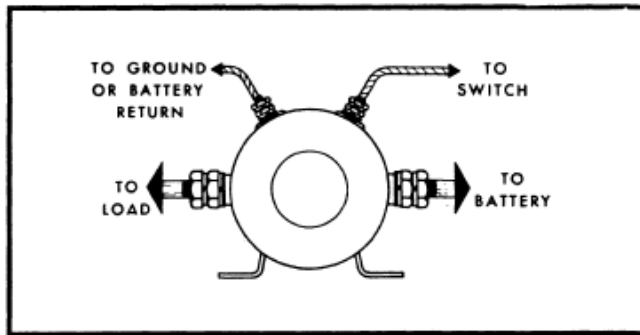
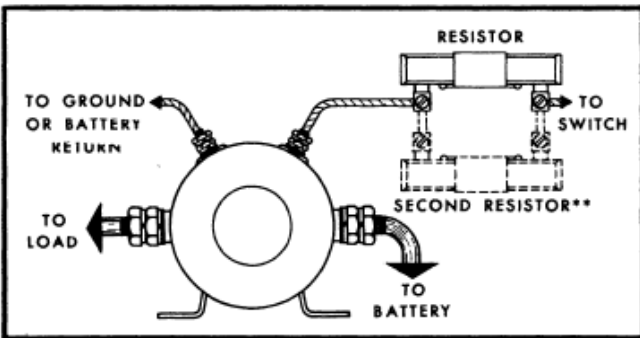

Figure 3
Figure 4
4. Réalisez les connexions comme on montre dans la figure 3 pour un système de 12 volts, ou comme on montre dans la figure 4 pour un système de 24, 30 ou 32 volts.